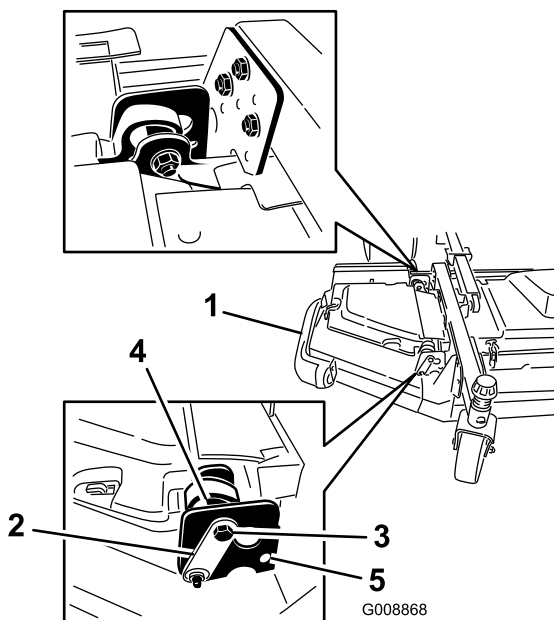

図 7
2. 偏芯スペーサ2枚をウイングレットに固定しているボルトとナットをゆるめる 図 7。
3. 後ろ側のトラクションユニットに近い方の偏芯スペーサを回して、外側のブレードの先端の高さが希望する刈高よりも 3mm 高くなるように調整する 図 7。